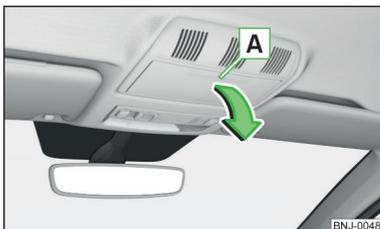

Fig. 75
- Appuyez sur le couvercle du compartiment à lunettes au niveau de la zone **A** » fig. 75.
- Rabattre le couvercle du compartiment à lunettes dans le sens inverse de la flèche » fig. 75 jusqu'à ce qu'il s'enclenche de façon audible.